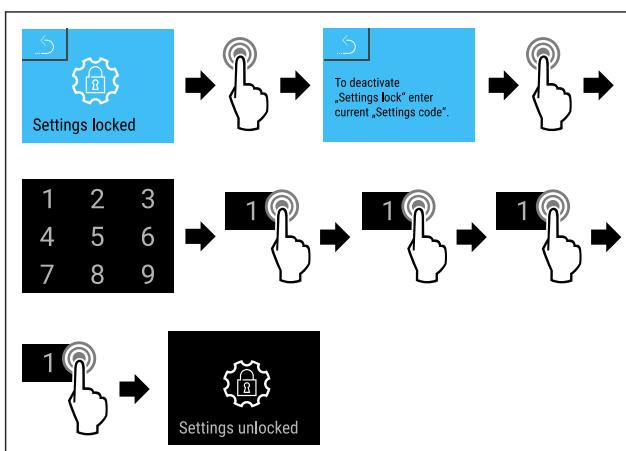

Fig. 89
- Seguir los pasos de procedimiento (consulte Fig. 89).